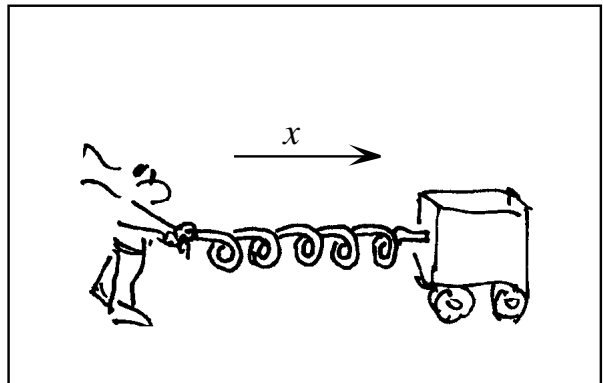

Fig. 6.10. Per l'esercizio 2
2. Qualcuno spinge un carrello in direzione x positiva con l'aiuto di un sbarra a forma di spirale, fig. 6.10. Fluisce una corrente di quantità di moto di 25 N.